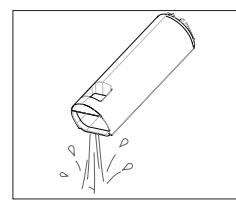

Abb. 10 – Wassertank entleeren
- ▶ Entleeren Sie den Schmutzwassertank über einem Waschbecken und spülen Sie ihn mit klarem Wasser aus (**siehe Abb. 10**).